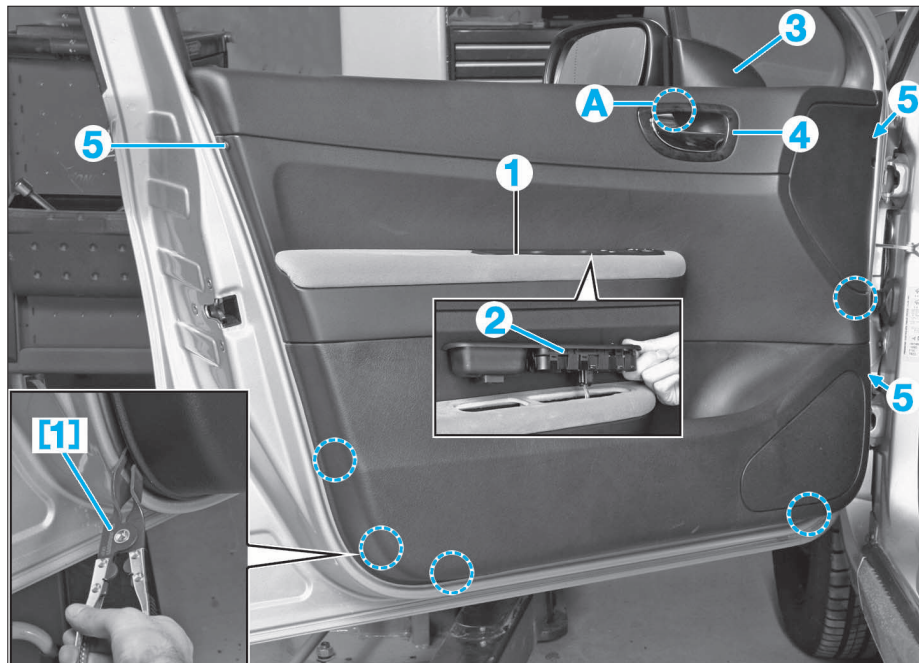

FIG. 37
- [1] Pince à dégarnir Ref.1311 (Fig.37).
- Déposer (Fig.37) :
- la vis (1) du bloc d'interrupteurs